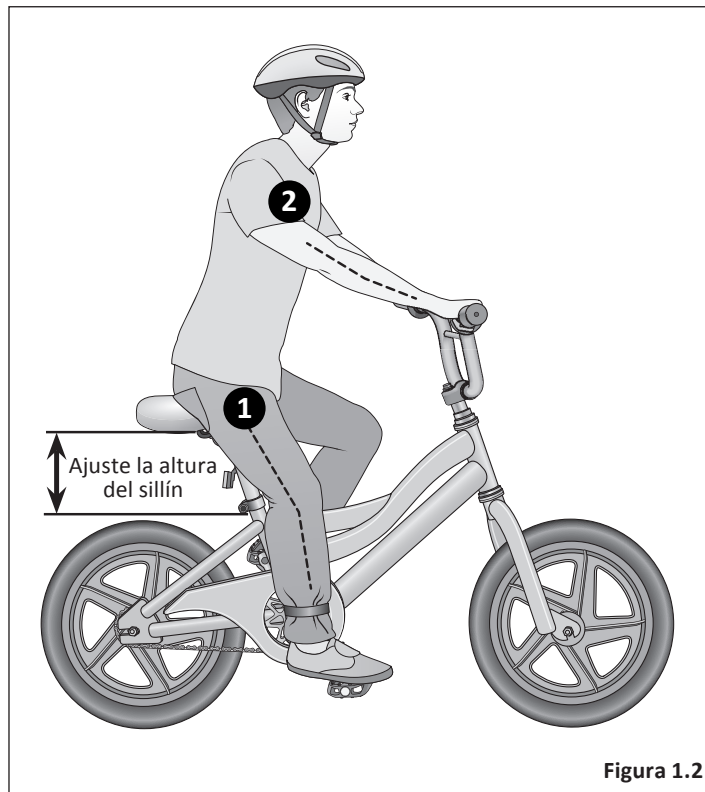

Figura 1.2
- 1 Sus piernas deben estar casi completamente rectas cuando el pedal está en la posición más baja, con sólo una leve curva en la rodilla. **Figura 1.2**
Asegúrese siempre de que la **marca de inserción mínima** de la tija del sillín esté por debajo de la abrazadera del sillín y que la abrazadera esté bloqueada en su sitio. **Figura 1.2**